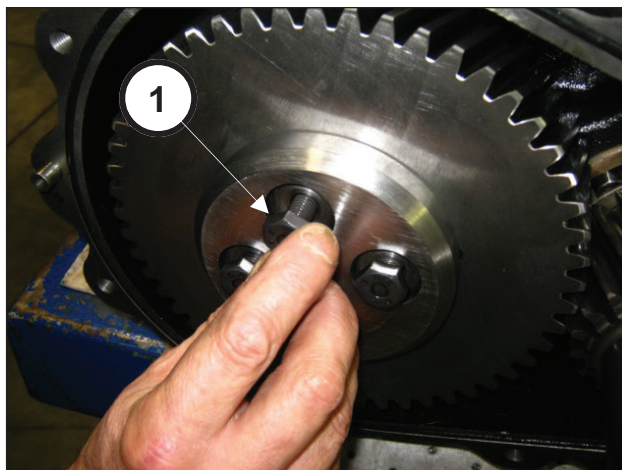

Fig. 68
Fijar el tope de la corona (pos. ①, Fig. 68) utilizando los 4 tornillos M10x30. Ajustar los tornillos con la llave dinamométrica como se indica en el capítulo 3 (pos. ①, Fig. 69).